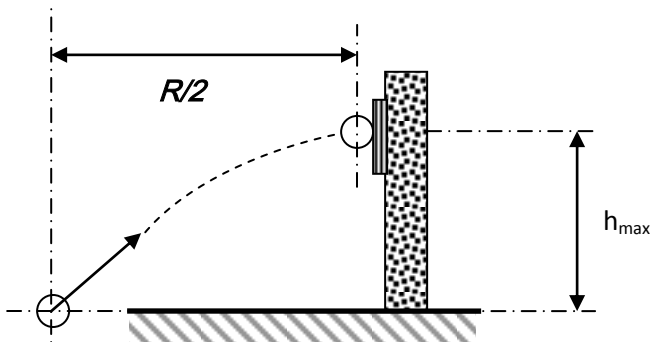

Figura 3.- Altura máxima.
5. Coloque la viga vertical que contiene el interruptor de tiempo de vuelo como lo indica la figura 3, haga coincidir el centro del proyectil con la mitad del alcance.